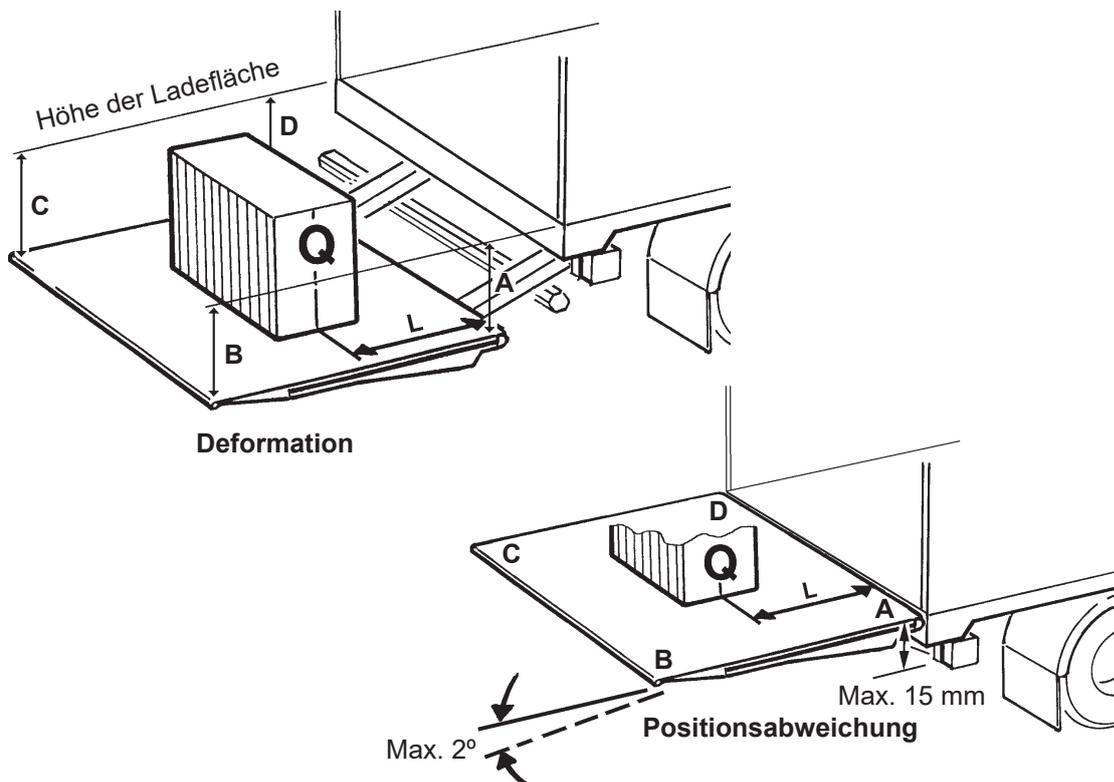

Abbildung 77. Prüfung und Abnahme
- Die Ladebordwand auf halbe Höhe zur Ladefläche und in horizontale Stellung bringen. Maße A-B-C-D gemäß Abbildung messen und vergleichen, siehe Abbildung Abbildung 77.